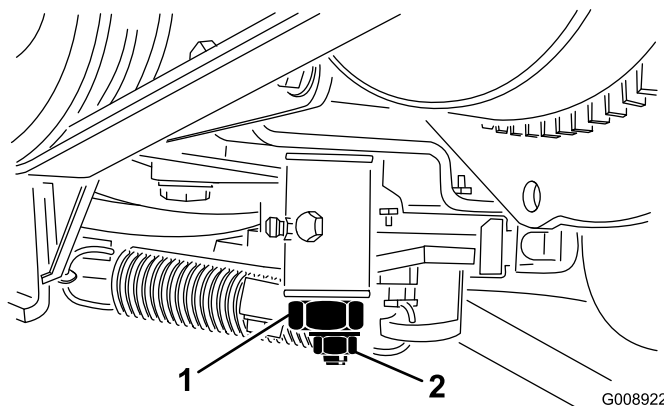

図 56
2. 噴射ポンプのレバーアーム図 56の部分にあるスロットルケーブルのコネクタをゆるめる。